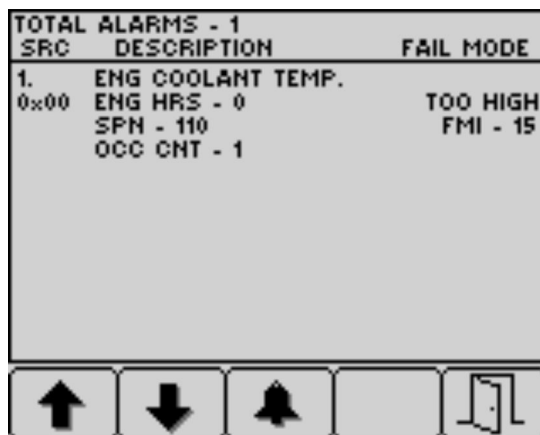

Figura 45
4. Pulse el botón 5 para salir de la lista de fallos activos y regresar a la pantalla de inicio (Figura 45).
5. Pulse el botón 5 para salir de la lista de fallas activas y regresar a la pantalla principal; consulte Figura 45 en Notificaciones del motor (página 42).